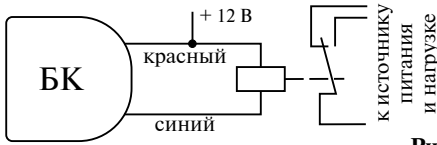

Рис. 6
**СИНИЙ провод** - подключение синего провода позволяет применять бортовой компьютер для управления различной нагрузкой. Рис. 6.